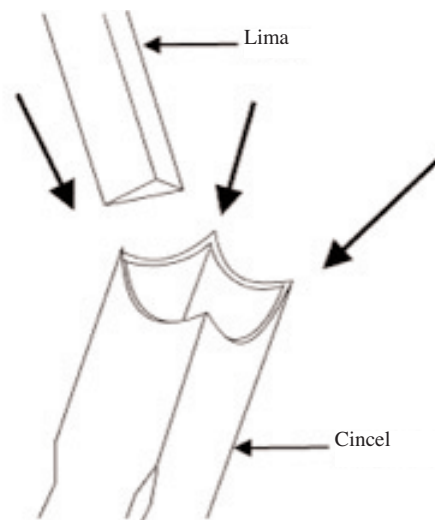

Figura 9
3. Use una lima triangular pequeña para ajustar los cantos interiores del cincel. Mire la figura 9.